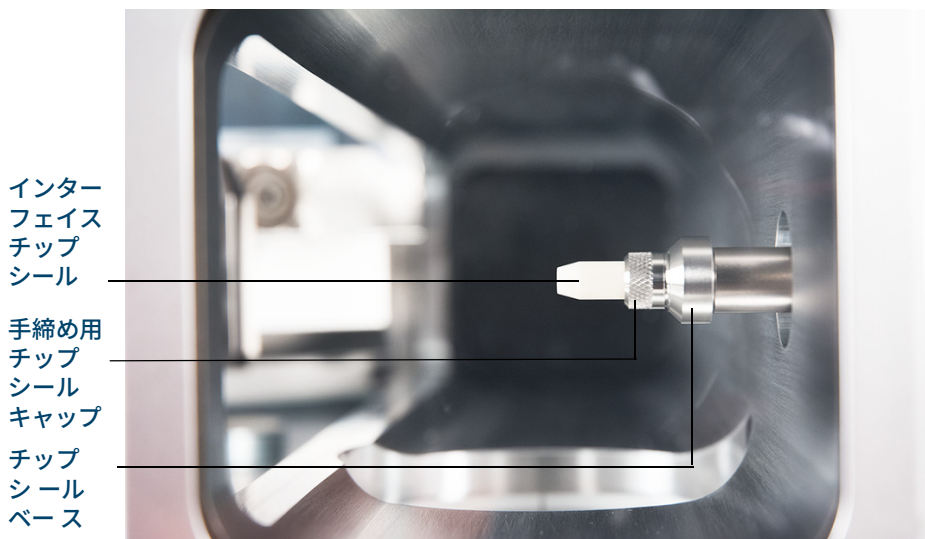

図 8. インターフェイスチップシール
- 1 CI イオン源、EI エクストラクタ イオン源、または HES が取り付けられていることを確認します。EI SS または不活性イオン源が取り付けられているときは、このチップシールとスプリングを取り付けしないでください (54 ページの 図 8 を参照)。